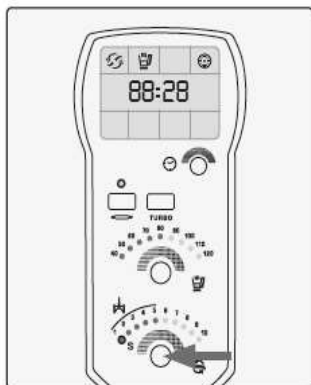

Рис. 38
- 3. Выберите скорость.** Медленно поверните ручку регулятора скорости вправо/влево, чтобы выбрать рабочую скорость. Светодиодные индикаторы выбранной скорости загорятся зеленым цветом, а индикаторы выбранной температуры становятся красными. Прибор начнет нагреваться (Рис. 38).